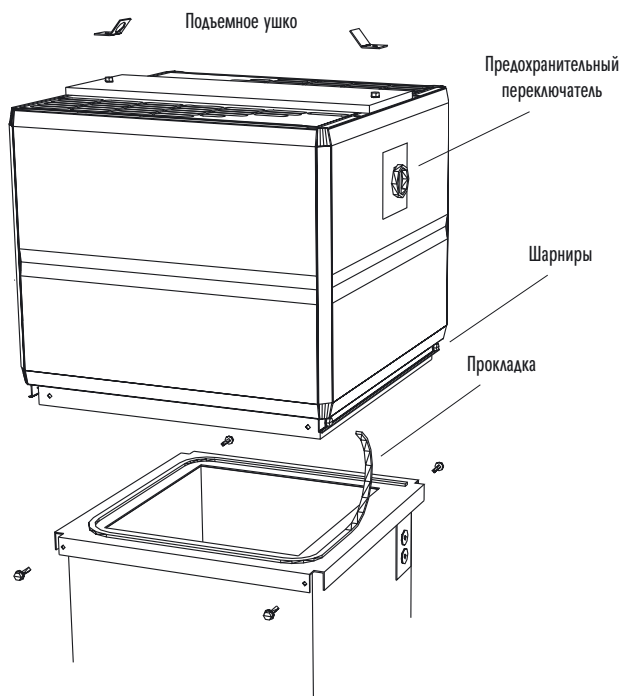

Рис. 1
1. Установите, поставленное вместе с крышным вентилятором, уплотнение в верхней части крышной проходки согласно рис. 1.
2. Установите крышный вентилятор STEF или STOF на крышную проходку. При установке вентилятора, воспользуйтесь специально предусмотренными для этого петлями. Рис. 1.
- переключатель безопасности и проходки через крышу для электрокабеля находятся с одной стороны. В соответствии с этим необходимо установить шарниры. Рис. 1